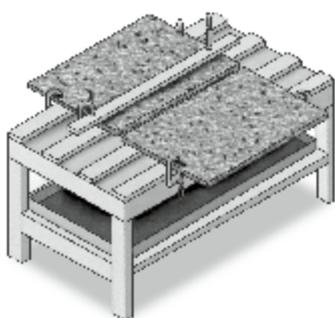
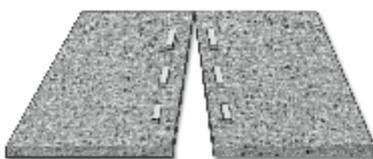

Fig. 1
Fig. 2
2. Ne placez jamais de joints autour des découpes. Fig. 1.
4. Les joints ne doivent pas se trouver à moins de 50 mm des coins internes. Fig. 2.
2. Les lames de scie circulaires avec dents à triples copeaux permettent la meilleure coupe possible. Fig. 1. Une lame de scie standard de 300 mm de  $\varnothing$  doit avoir 96 dents et, de préférence, un angle de crochets négatif. Fig. 2.
- 1.2 L'un des moyens le plus efficace est la technique de « coupe miroir », quand on utilise une défonceuse manuelle, par laquelle les deux bords à assembler sont coupés ensemble. Placez les deux morceaux sur une table d'assemblage (Fig. 1), en laissant un écart de 9 mm entre eux et fixez à l'aide de serre-joints à coller ou de serre-joints à vis. Fixez un bord en métal ou un bord droit compact à l'un des morceaux et à une table robuste et stable. A l'aide d'une mèche en tungstène à double rainure de 12 mm fixée sur votre défonceuse manuelle, poussez l'appareil vers l'extérieur pour couper les deux morceaux en même temps. Appliquez un mouvement lent et régulier, sans vous arrêter. Après la coupe, vérifiez si le joint correspond parfaitement et marquez la position d'assemblage par un trait de crayon.
- 1.3 Une autre possibilité est d'usiner chaque bord séparément, à l'aide d'un établi standard et d'un bord droit. Fig. 2. Fixez le premier morceau à l'établi et fixez le bord droit à la plaque pour que la défonceuse retire 1,5 mm au total. Poussez la défonceuse d'un mouvement lent et régulier, sans vous arrêter. Répétez l'exercice pour le deuxième morceau, puis vérifiez la précision du joint. Si les bords ne s'ajustent pas, usinez à nouveau un ou les deux bords. (Pour éviter toute différence d'alignement entre les deux morceaux, utilisez une mèche pour profil ondulée).
- 2.2** Avant le collage, recouvrez le plateau sous la table d'assemblage avec une bande transparente, pour recueillir les débordements d'adhésif. Fig. 1.
- 2.3** Fixez les plaques ensemble, par exemple avec des serre-joints à vis. Il faudra fixer des petits blocs sur la plaque, avec de la colle thermofusible. Fig. 2. Des étapes supplémentaires sont nécessaires avant la finition du morceau.